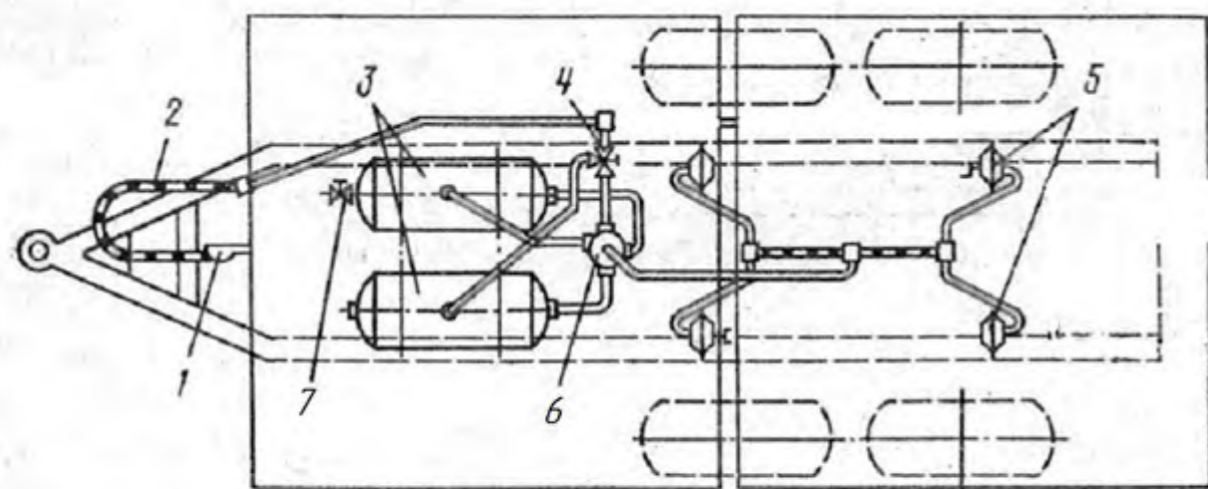

Рис. 2 Пневматическая схема полуприцепа ПС-20БМ
4.6 Пневматический привод колесных тормозов выполнен по однопроводной схеме (рис.2) и по двухпроводной системе (рис. 2а) .
Рис. 2а. Двухпроводная пневматическая схема
РИС. 2б. ВОЗДУХОРАСПРЕДЕЛИТЕЛЬ
**РИС. 2в.** ТРЕХХОДОВОЙ КРАН РЕГУЛИРОВКИ ТОРМОЗНЫХ СИЛ